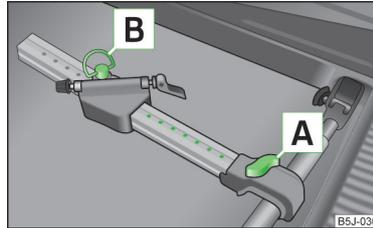

Abb. 74
- › Die Schraube A » Abb. 74 etwas herausziehen und den Längsträger (Alu-Teil) zum Querträger schieben, bis die Fassung einrastet.
- Die Schraube [A] » Abb. 74 auf Seite 78 lösen und den Fahrradträger zusammen mit dem befestigten Fahrrad nach links schieben, sodass es zwischen dem Lenker und dem Seitenfenster des Gepäckraums zu keiner Kollision kommen kann.